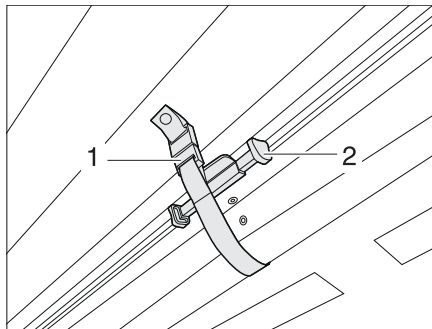

Bild 15 Säkra plisségardinen för vindrutan
- Skjut upp plisségardinen för vindrutan med hjälp av handtaget (Bild 15,2) tills den snäpper fast. Säkra med bandet (Bild 15,1). Plisségardinen är säkrad.